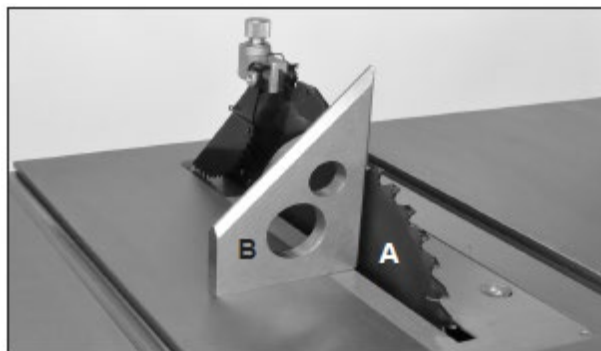

Рис. 26
1. Поднять пильный диск (рис. 26, А) в самое верхнее положение маховичком, расположенным спереди станка.
2. С помощью угольника или комбинированного угольника (рис. 26, В) проверить наличие угла 90° относительно стола (нулевой угол по шкале угла наклона пильного диска).